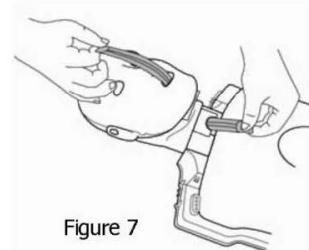

Figure 7
7. Greifen Sie den Luftweg und ziehen Sie ihn durch den Hals (Figure 7).